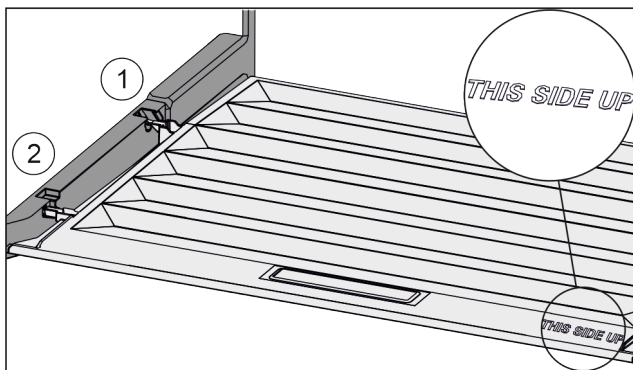

Fig. 74
- ▶ Ramiona pokrywy wprowadzić ponad otworem tylnego uchwytu Fig. 74 (1) i zazębić z przodu w uchwycie Fig. 74 (2).